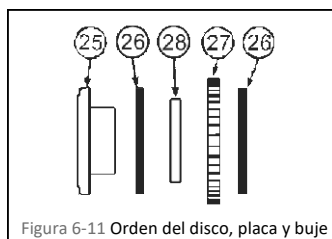

Figura 6-11 Orden del disco, placa y buje
- 4) Mientras sostiene los dos trinquetes (22) hacia fuera, instale el disco de fricción (25), la placa de fricción (26), el buje (28), el disco del trinquete (27) y la placa de fricción (26) de manera apropiada y en orden indicado. Consulte la Figura 6-11.